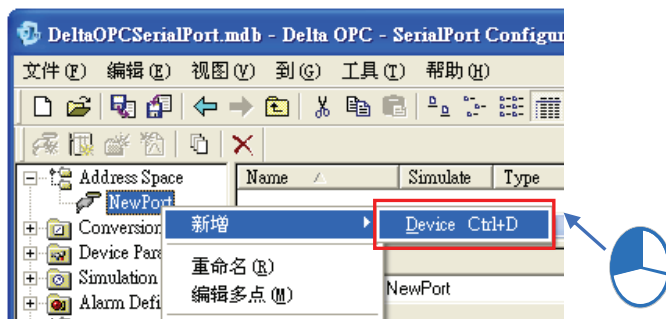

图 3-6 新增 Device (Delta OPC - SerialPort Configurator)
完成第 3.1.3 节的设置之后，请先单击在项目树的已建立的Port项目上，右击鼠标，在快捷选项中单击新增 > Device，如图 3-6；也可按下图标工具栏的图标，或是菜单工具栏的编辑 (E) > 新增 > Device。